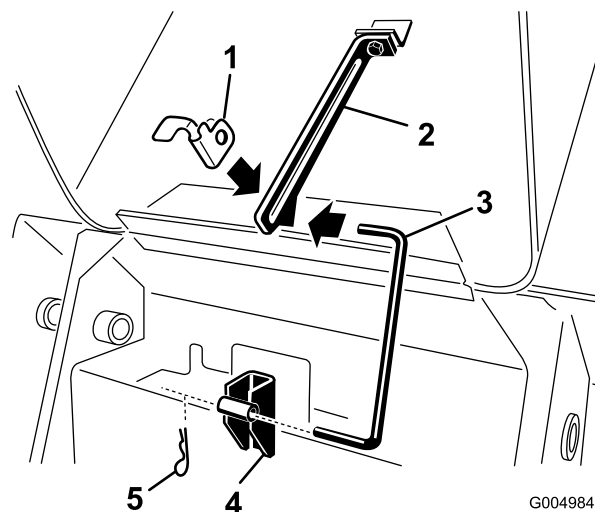

Figura 40
3. Tirare la chiavetta a forcella dall'estremità inferiore dell'asta di supporto del cofano e sfilare l'asta di supporto dalle staffe e dalla linguetta dell'asta di supporto (Figura 40).
7. Installare l'asta di supporto nelle staffe e nell'apposita linguetta e fissarla con la chiavetta a forcella (Figura 40).